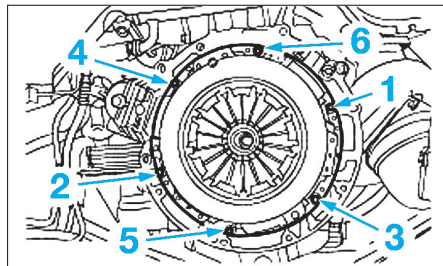

Fig. 1
- Déposer les vis dans l'ordre indiqué puis extraire l'ensemble d'embrayage du volant moteur (Fig.1).